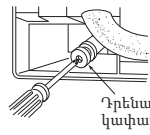

Fig. 3
- Դրենաժային ձկափողը կոշտ վինիլ-բյուրիղային խողովակին միացնելիս համոզվեք, որ վերջինս պատշաճ կերպով մտցվել է խողովակի մեջ: (Fig. 3)
4) Դրեք դրենաժային կափարիչը ներքին բլոկի ետնամասային հատվածում, որտեղ պետք է կցվի դրենաժային ճկափողը: (Fig. 3)